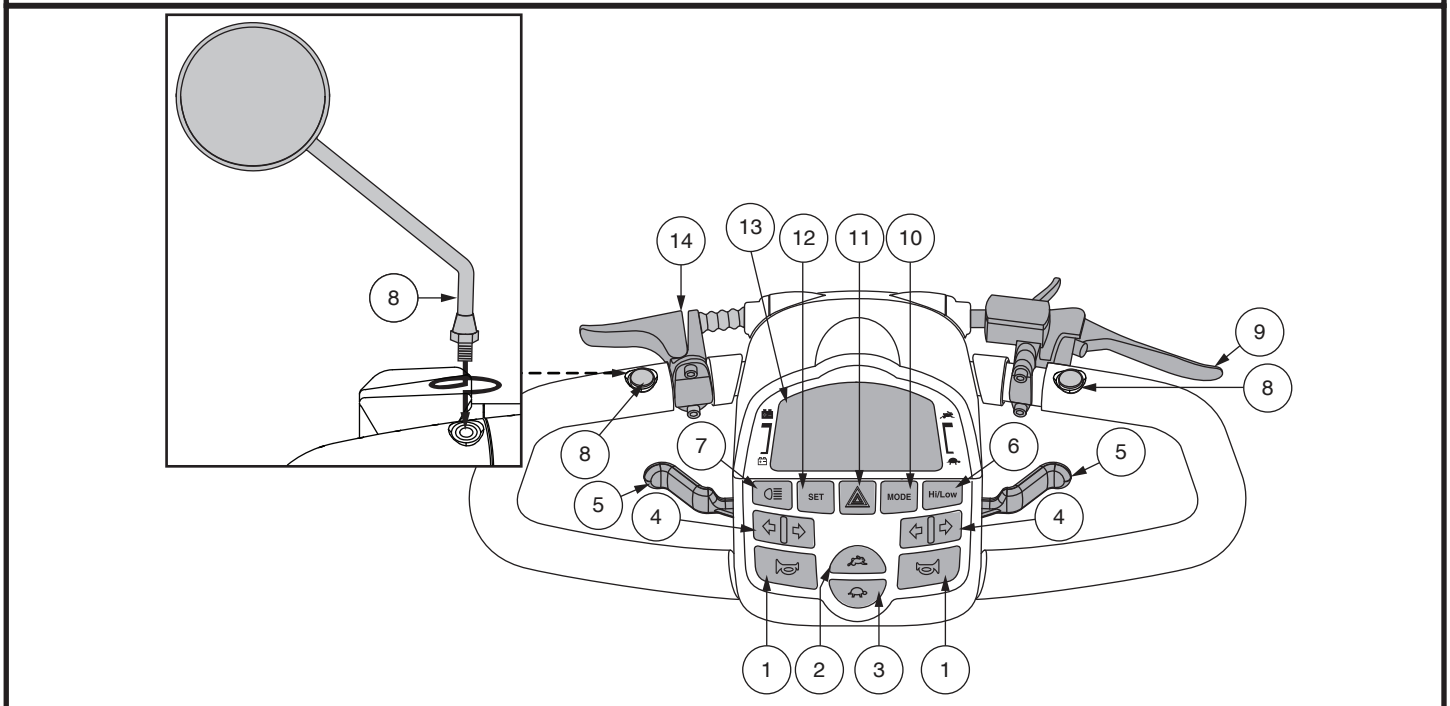

Figure 1. Panneau de commande LCD
Le tableau de bord et le guidon inférieur comprennent toutes les commandes nécessaires pour conduire votre véhicule, y compris le panneau de commande LCD, les leviers d'accélérateur, la clé de contact et le commutateur du levier d'accélérateur. **Voir la figure 1.**
Ces leviers vous permettent de contrôler la vitesse avant et arrière de votre VMP jusqu'à la vitesse maximum déterminée par les boutons de réglage de la vitesse. Un levier d'accélérateur se trouve sur la partie inférieure des côtés gauche et droit du guidon. **Voir la figure 1.**
- Appuyer une fois sur le bouton **Hi-Lo** pour fixer le réglage de la vitesse à Hi. L'indicateur Hi-Lo s'affiche sur l'écran LCD. **Voir la figure 1.** L'utilisation de ce paramètre en conjonction avec les boutons de réglage de la vitesse permet au véhicule d'atteindre des vitesses jusqu'à la vitesse maximale préprogrammée pour le véhicule.
Le panneau de commande LCD vous donne des informations intuitives via l'écran LCD. Voir la figure 1. L'écran LCD est également utilisé lors de la configuration initiale (activation) des différents paramètres du panneau de commande.
NOTE: Pour programmer les paramètres du panneau de commande, le voyant haut-bas doit être éteint et le voyant de vitesse maximale doit être réglé à son maximum. Voir la figure 1.